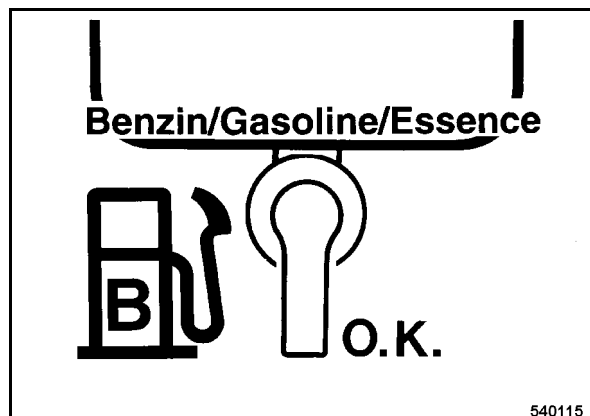

рис. 9
- Открыть топливный кран (рис. 9) .